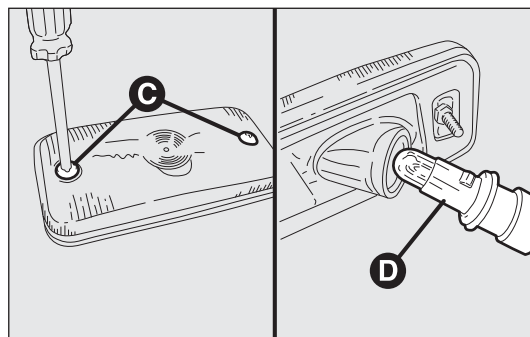

fig. 193
- quite los dos tornillos de fijación C-fig. 193 y extraiga el piloto;